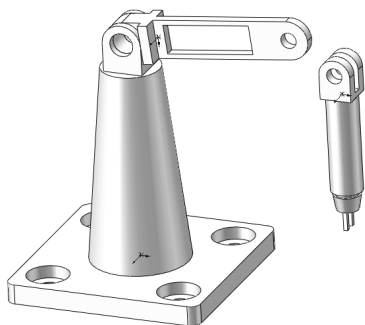

图 5-43 插入小臂
**05** 插入小臂。选择菜单栏中的“插入”→“零部件”→“现有零件/装配体”命令，或单击“装配体”控制面板中的“插入零部件”按钮，弹出“插入零部件”属性管理器，单击“浏览”按钮，在弹出的“打开”对话框中选择“小臂”，将其插入到装配界面中，如图 5-43 所示。